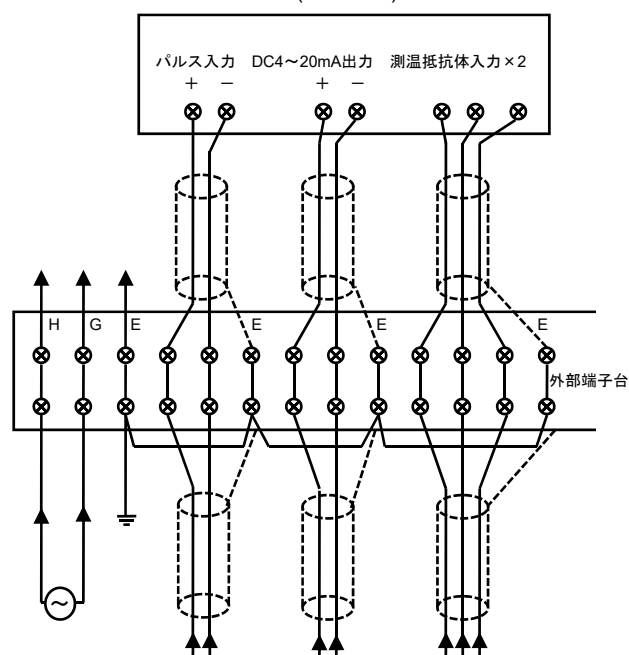

図35
*3 パルス入力・抵抗入力・DC4～20mA出力のケーブルはシールド線を使用しますが、本体の端子台にはシールド線の端子がありません。別途D種(100Ωmax)相当のアース端子台を設けてください(図35参照)。